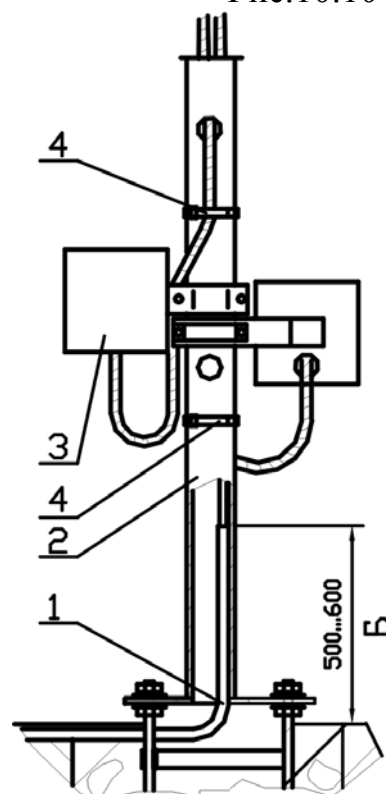

Рис.10.11
10.3.4 После затвердевания раствора пропустить кабель 1 (рис. 10.11) связи с концентратором или ППК через нижнее отверстие стойки 2 и вывести его наружу через верхнее отверстие, прикрепить стойки к опорам с помощью гаек в соответствии с рис. 10.11. С помощью гаек и отвеса, выровнять вертикальное положение стоек и «затянуть» гайки.
*Примечание. В случае применения бронированного кабеля или кабеля с «толстой» оболочкой, препятствующих пропусканию через стойку кабелей от БПРД (БПРМ) 3, необходимо предварительно снять бронь или уменьшить толщину оболочки выше участка «Б» (рис. 10.11), что обеспечит свободное пропускание кабелей через стойку.*
10.3.5 Установить на стойки кронштейны УК-СТ1 (УК2-СТ1) в местах размещения БПРД (БПРМ) рис. 10.11.
10.3.16 Для предотвращения раскачивания кабелей в металлорукавах под действием ветра, с помощью хомутов 4 (рис. 10.11) из комплекта поставки прикрепить к стойке наружные отрезки кабелей на участках от **блоков** до отверстий в стойках.